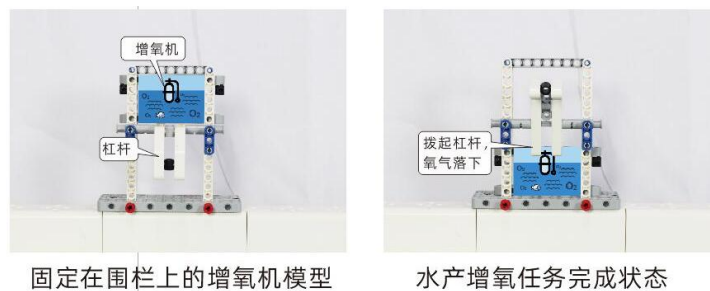

图 9 水产增氧任务使用的模型及完成状态
- a. 水产增氧模型固定在围栏上。向上拨动模型上的杠杆可使“氧气”落下，如图 9 所示。